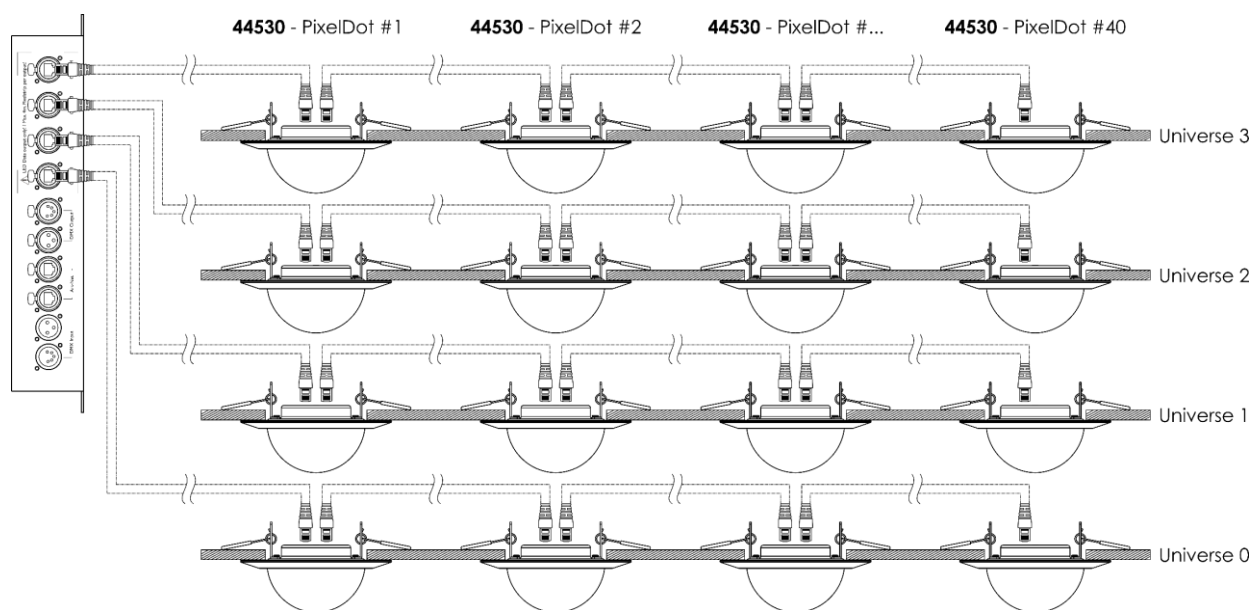

Fig. 07
Conecte el puerto de salida de la unidad Pixel Controller al **conector RJ45 de entrada (03)** de la unidad Pixel Dot mediante un cable CAT (10 m máx.). Para obtener más información sobre la conexión del suministro de corriente véase la Fig. 07 de la página 10 y consulte el manual del usuario de la unidad Pixel Controller (44510).
- 04) Repita el paso 3 para conectar hasta 40 unidades Pixel Dot por salida como se indica en la Fig. 07 de la página 10.